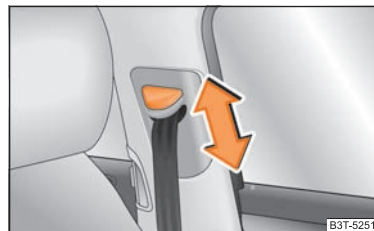

Fig. 155 Scaun față: Reglarea pe înălțime a centurii
- Împingeți dispozitivul în poziția dorită în sus sau în jos ⇒ fig. 155.